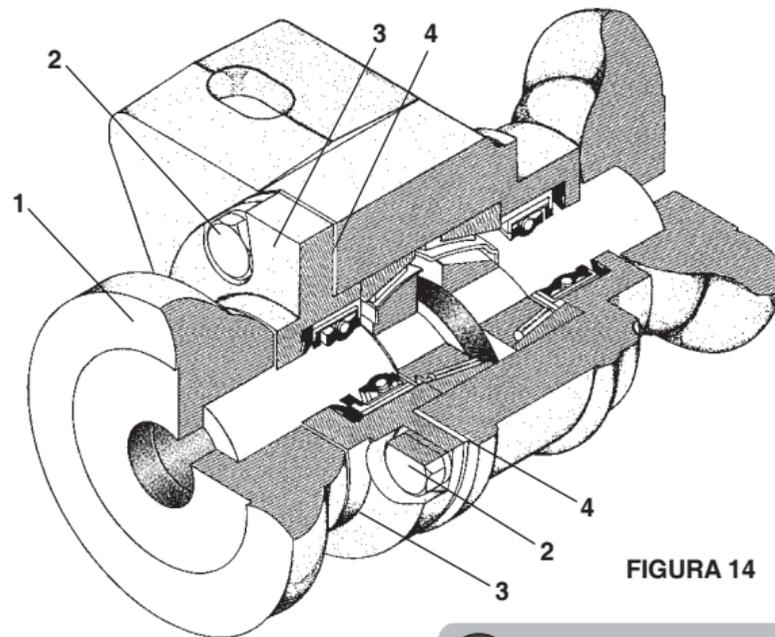

FIGURA 14
- Retirar a arruela item 1 figura 14.
- Soltar os parafusos item 2 e retirar a tampa item 3.
- Retirar 1 ou 2 juntas item 4, da tampa do mancal. Recolocar novamente a tampa e reapertá-la.
- 11 - Se persistir a folga pode-se facear a tampa item 3, para aumentar a regulação, em seguida monte a mesma no mancal com quantas juntas forem necessárias.